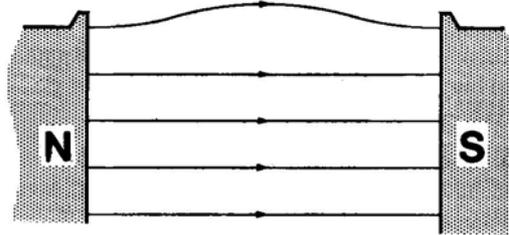

Figure 6 - Champ magnétique entre les pôles d'un aimant permanent.
- Figure 6 c)
Ce qui nécessite un courant I_x encore plus grand, soit une valeur de 325A (figure 6 c).
- Figure 6 d)
- Figure 6 e)